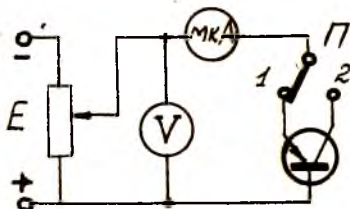

Рис.23
Для измерения тепловых токов коллекторного  $I_{\text{к0}}$  и эмиттерного  $I_{\text{э0}}$  переходов и исследования их зависимости от напряжений между коллектором и базой  $U_{\text{кб}}$  и эмиттером и базой  $U_{\text{эб}}$  соответственно предназначена схема на рис.23. В положении 1 переключателя П снимается характеристика  $I_{\text{э0}} = f(U_{\text{эб}})$ , в положении 2 - характеристика  $I_{\text{к0}} = f(U_{\text{кб}})$ .
2. Включить схему для снятия характеристик  $I_{K0} = f(U_{K\delta})$  и  $I_{Э0} = f(U_{Э\delta})$  (рис.23).